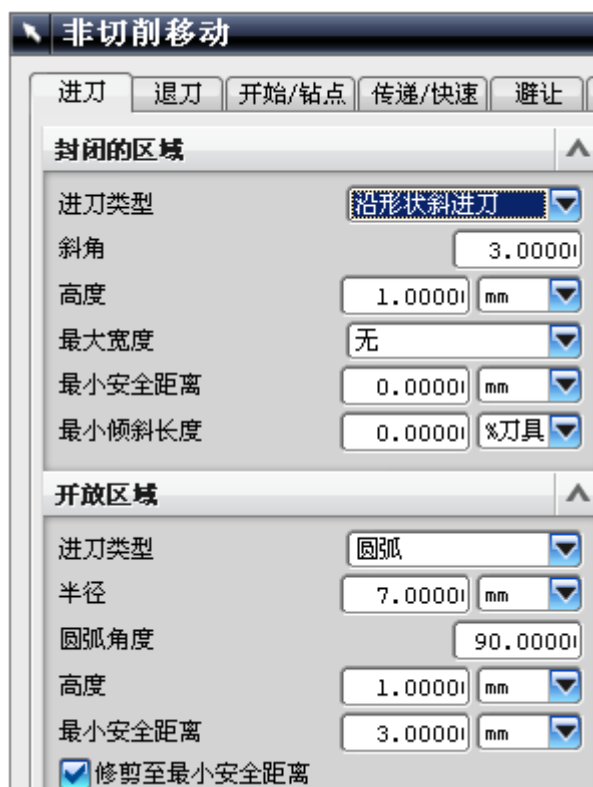

图 9-176
- 单击, 设置如图 9-176 所示的参数, 其余参数使用默认值, 单击 OK。